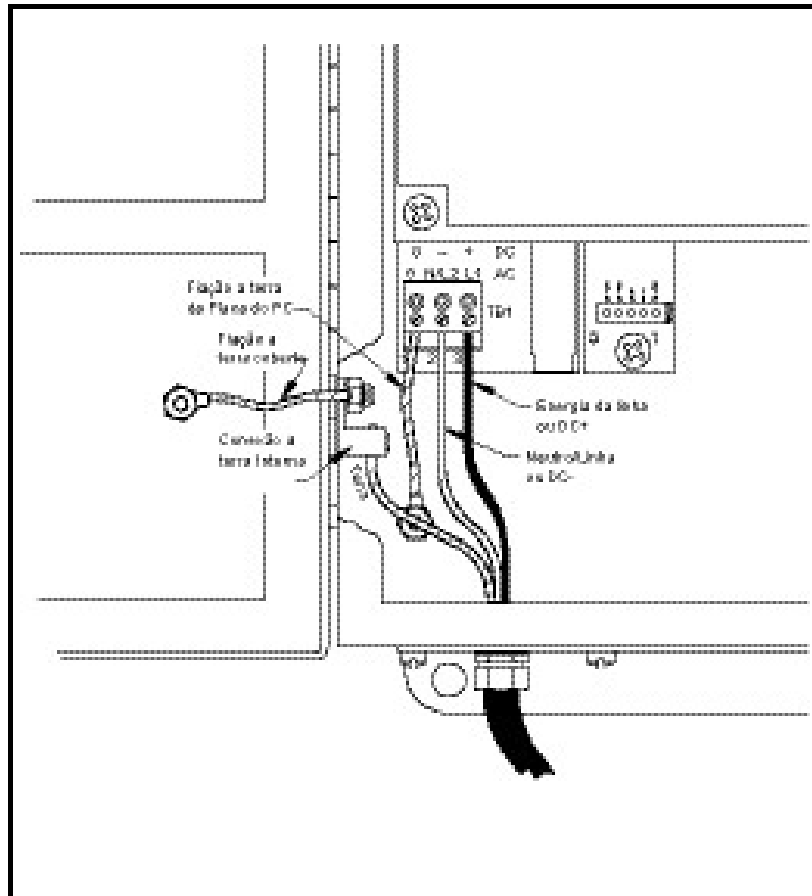

Figura 3: Cabeamento da linha de energia
Consulte a Figura 3 na página 6 or Figura 10 na página 16 para localizar o bloco terminal TB1 e conectar a linha de energia como segue:
3. Conecte o fio terra à conexão terra interna localizada no painel lateral da estrutura (veja a Figura 3).
4. Conecte o fio neutro (ou o fio DC – negativo) ao TBI-2 e o fio de energia da linha (ou o fio de energia positivo + DC) ao TBI-3 como mostra a Figura 3.